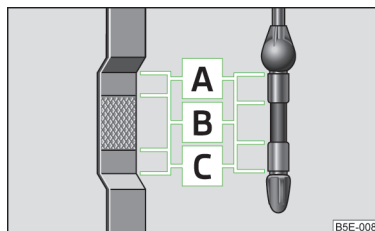

Fig. 184
- Se il livello dell'olio supera il settore  » fig. 184 a pagina 230,  non proseguire! Spegner il motore e richiedere l'intervento di un'officina autorizzata.
L'asta di livello dell'olio mostra il livello dell'olio motore » **fig. 184**.
Il livello dell'olio non deve mai superare il settore **A** » fig. 184- pericolo di danneggiamento dell'impianto di scarico!